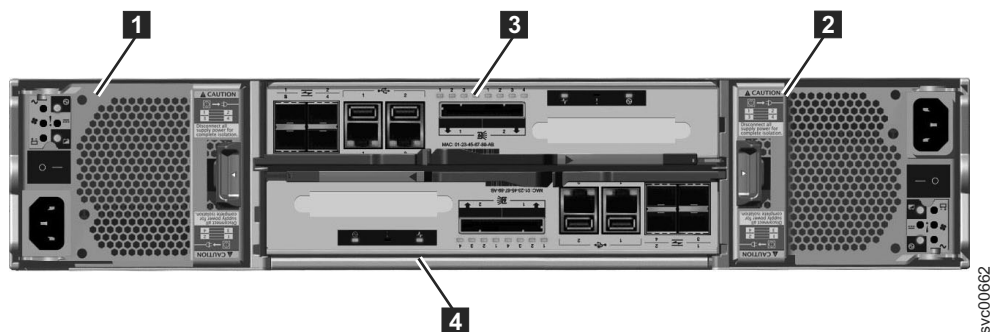

图 3. 2076-112 型或 2076-124 型控制机柜的后视图
第 5 页的图 3 显示了控制机柜的后视图并标识了电源单元和容器的位置。
- 两个容器位于机柜中央。每个容器均称为节点容器。上方容器（如图 3 所示）为容器 **3**，下方容器为容器 **4**。容器 **3** 顶部朝上，容器 **4** 顶部朝下。